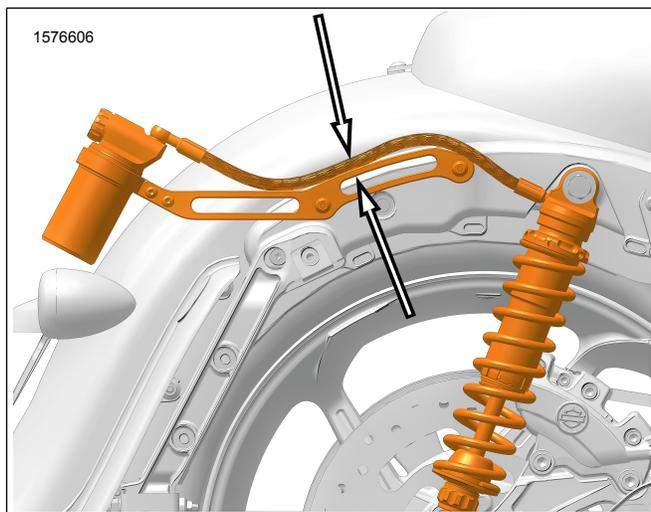

Figure 7. Placement des attaches de câble
9. Voir la Figure 7. Fixer le tuyau à l'aide d'attaches de câble.